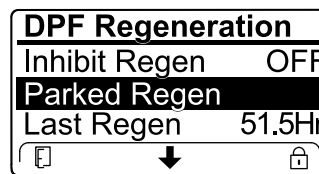

Figure 47
- Si le calculateur moteur demande une régénération d'urgence ou est en train d'en exécuter une, et que vous naviguez jusqu'à l'option PARKED REGEN, la régénération en stationnement se bloque et l'icône de blocage (Figure 47) apparaît en bas à droite de l'InfoCenter.